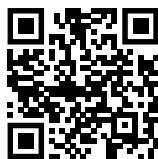

Fig. 84
- Atverkite Liebherr SmartMonitoring Dashboard. (žr. Fig. 84)